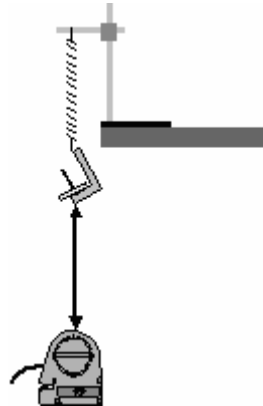

Figura 5 Arreglo del equipo para el experimento de oscilador armónico simple
6. Colocar el sensor de movimiento en el piso, directamente debajo del porta masas. Ver la Figura 5